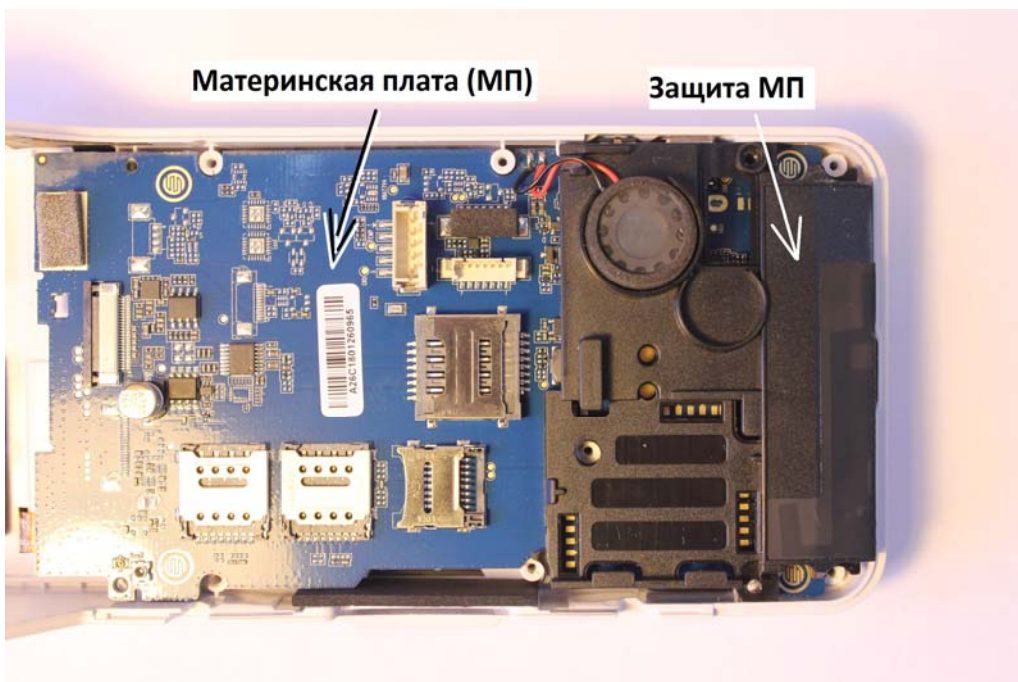

рис.7
8. Материнская плата(МП); (см. рис.7)